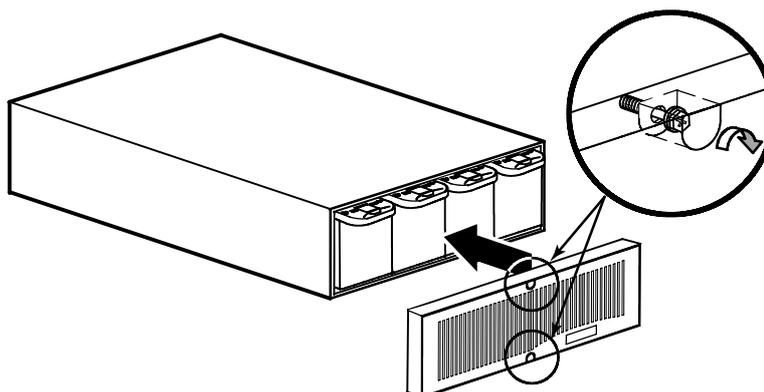

Abbildung 13. Anbringen der Frontplatte des EBMs
4. Die Frontplatte des EBMs anbringen und die beiden Schrauben an der Frontplatte anziehen (siehe Abbildung 13).